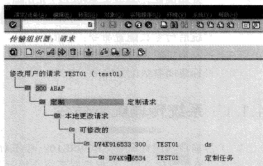

图 4-6 释放传输请求号
STEP 4 相关信息选择完成,单击“Display”按钮,进入“传输组织树”界面,如图 4-6 所示。在此界面中,即可看见刚才所创建的传输请求号。将鼠标放在要传输的请求号上,然后单击“”按钮,释放传输请求号。
注意:在图 4-6 中一定要将最底层的传输请求先行释放,然后再释放上一层的传输请求。例如在本例中先释放 DV4K916534 这个号,然后再释放 DV4K916533 这个号。另外如果要更改传输请求所有人,可以用鼠标选择要更改的传输请求号,然后单击“”按钮,弹出一个更改所有人的对话框,从中填写更改后的用户名,单击“”按钮,此传输请求号即为更改后的所有人所有。